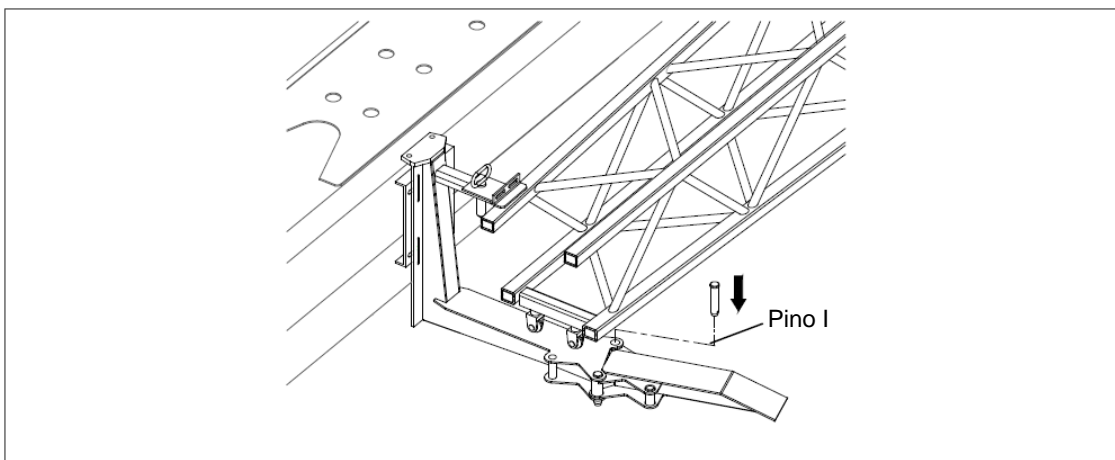

Figura 5-2 Extensão do suporte
- e) Remova o pino I. Estenda o suporte e instale o pino I removido. Consulte a Figura 5-2.